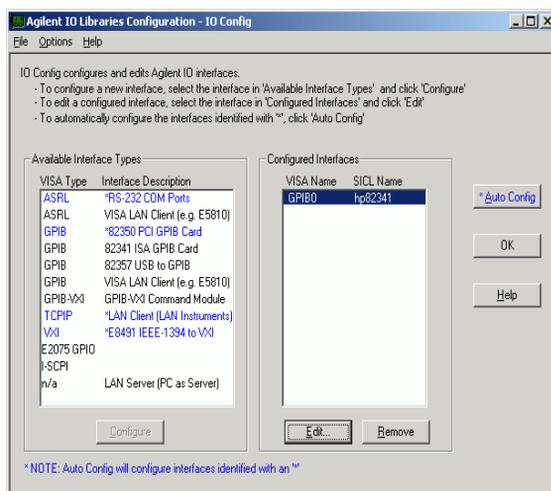

Figure 10 L'écran de configuration des interfaces comprend maintenant la carte GPIB configurée.
- 8 Sélectionnez OK. La carte GPIB configurée devrait maintenant apparaître sur la liste des interfaces configurées “Configured Interfaces” de l'écran de configuration des interfaces (Figure 10 page 65).